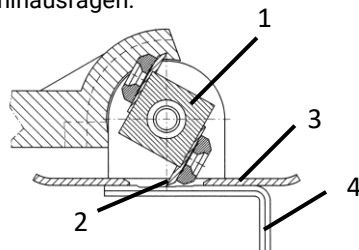

Abb. 13: Messer einstellen
- > Tauschen Sie ggf. das Messer (2 – Abb.13) aus.
- > Drehen Sie die Walze (1 – Abb.13) so, dass das Messer maximal durch das Führungsblech (3 – Abb.13) herausragt.
- > Legen Sie den Innensechskantschlüssel (4 – Abb.13) am Führungsblech an, so dass sich die Einkerbung mit der gewünschten Schnitttiefe unter dem Messer befindet.